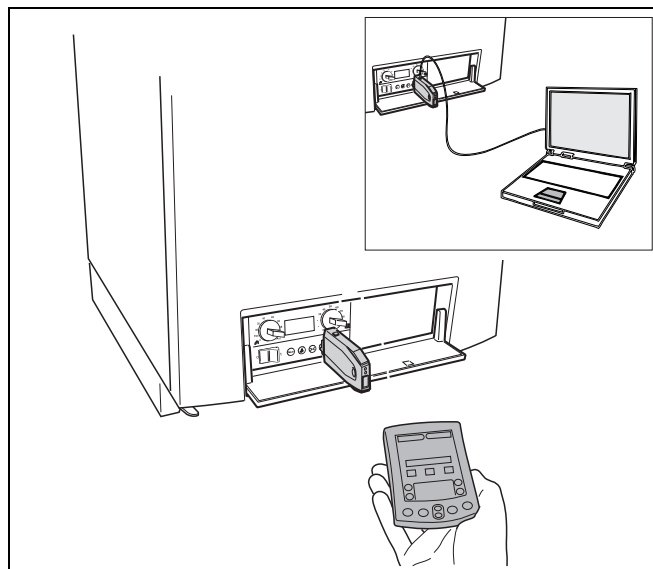
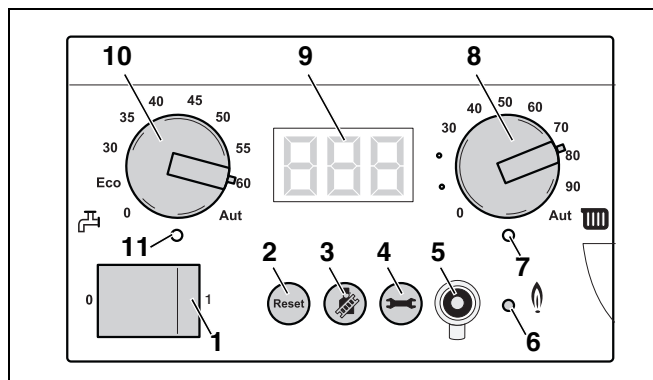

Рис. 56 Подключение сервисного инструмента к отопительному котлу
Рис. 57 Главный регулятор BC10
Для более точного, быстрого и простого определения, анализа и устранения неисправностей можно подключить к отопительному котлу сервисный инструмент (Service Tool) (рис. 56) через сервисный соединитель (рис. 57, поз. 5).
- Открыть панель управления, нажав на нее, и снять крышку с сервисного гнезда на BC10 (см. рис. 28, стр. 29 и рис. 57, поз. 5).
Светодиод "Горелка" (вкл/выкл) (рис. 57, поз. 6) горит, если горелка отопительного котла находится в работе, и гаснет, если горелка выключена.
Светодиод "Запрос тепла" (рис. 57, поз. 7) горит, если регулятор отопления запрашивает тепло и не горит, если запроса тепла нет.
Ручкой управления "Максимальная температура котловой воды" (рис. 57, поз. 8) можно установить верхнюю предельную температуру котловой воды. Единица измерения °C.